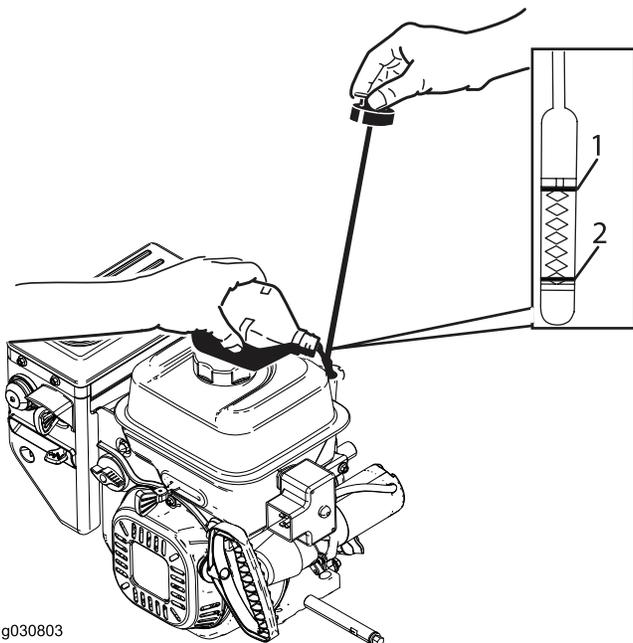

Figura 41
2. Rimuovete l'asta e controllate il livello dell'olio (Figura 41). Se l'olio non raggiunge la tacca Add, occorre rabboccare. Vedere (pagina ).